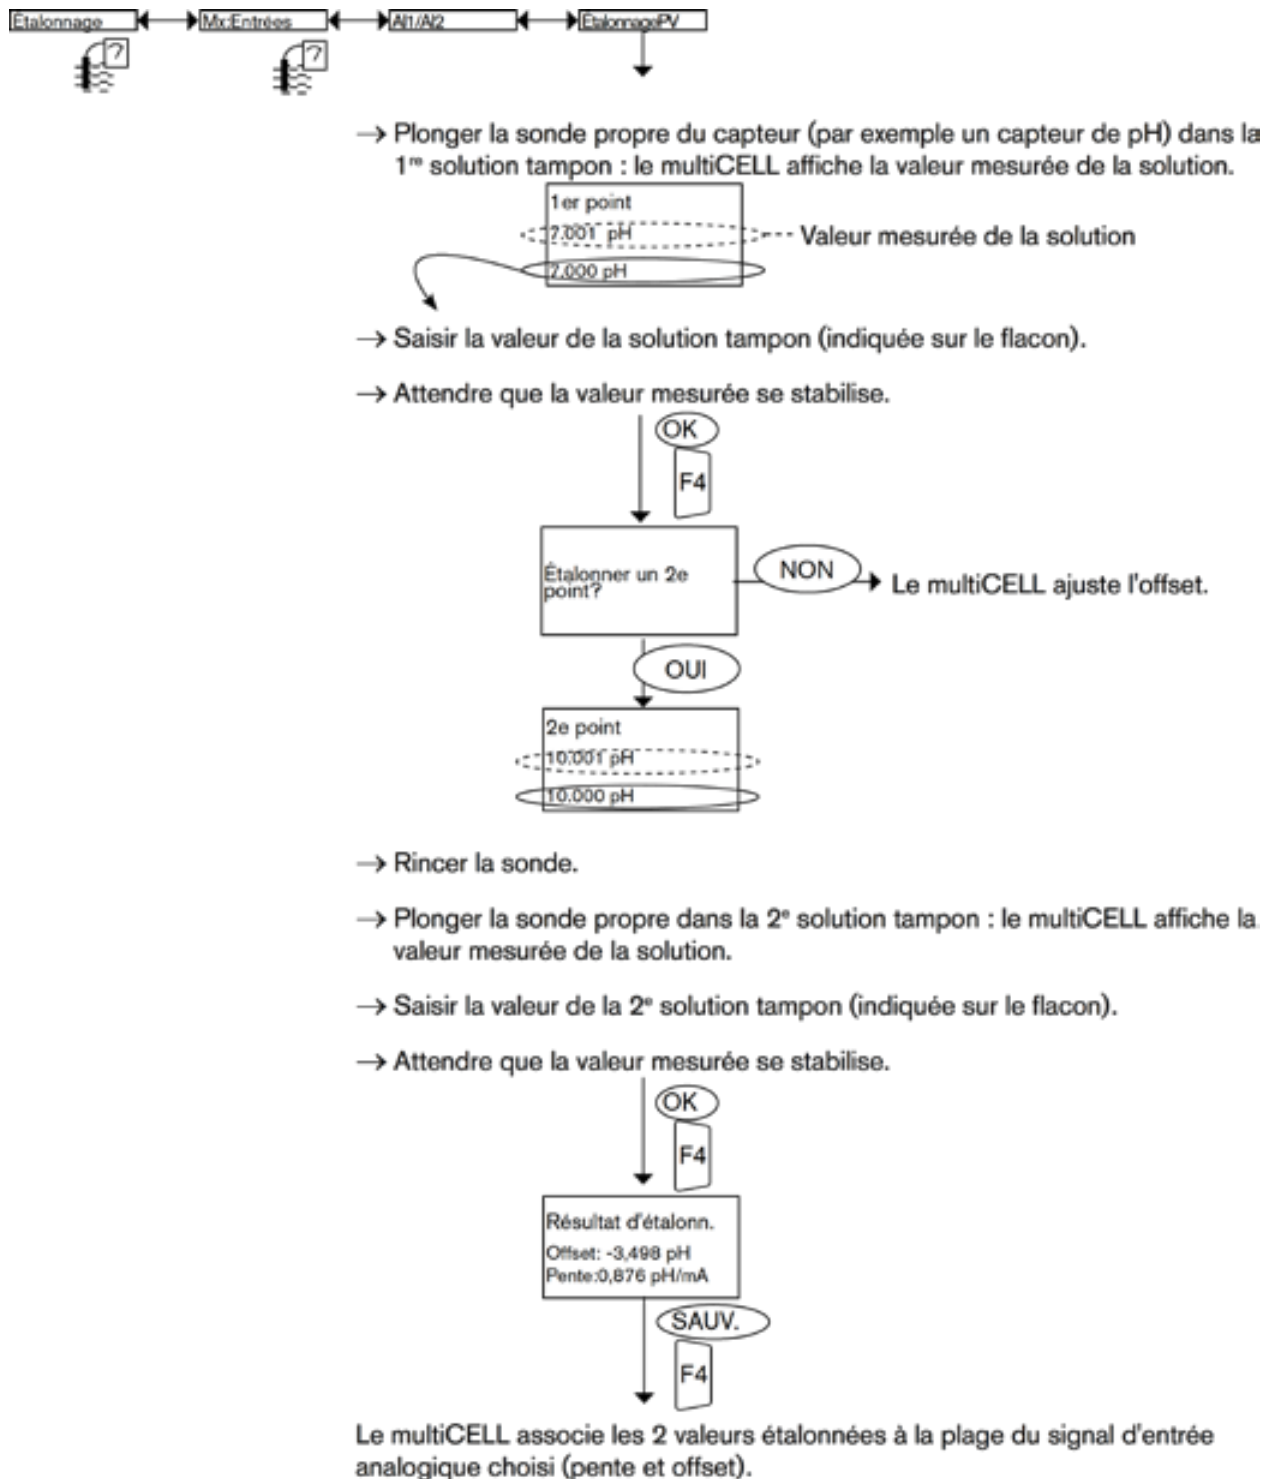

Figure 68 : Exemple d'étalonnage d'une entrée analogique par rapport au pH mesuré par un instrument ayant une sortie 4-20 mA
- soit par rapport à la grandeur physique mesurée (fonction «Étalonnage PV»). Voir Figure 68.